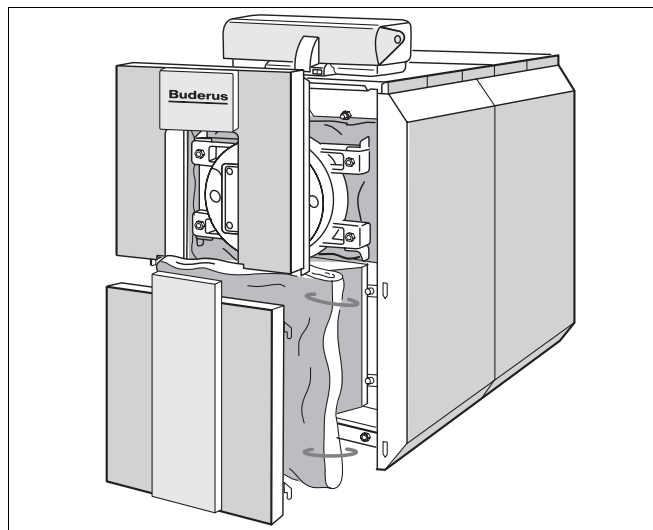

Fig. 25 Afmontering af forvægge og isoleringsmåtter
- Afmonter øverste og nederste forvæg (fig. 25).
- Tag isoleringsmåtten af (fig. 25).
- Monter den nederste og øverste kedelforvæg (fig. 25).
| 4 | Tag de forreste beklædningsdele af, åbn brænderdøren (fig. 25, side 22) | | | | | | | | |